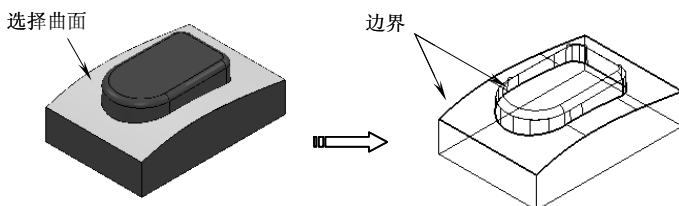

图 3-62 创建的边界
2) 选择图 3-62 所示的曲面，然后单击“插入模型”按钮，单击“接受”按钮即可完成边界创建。